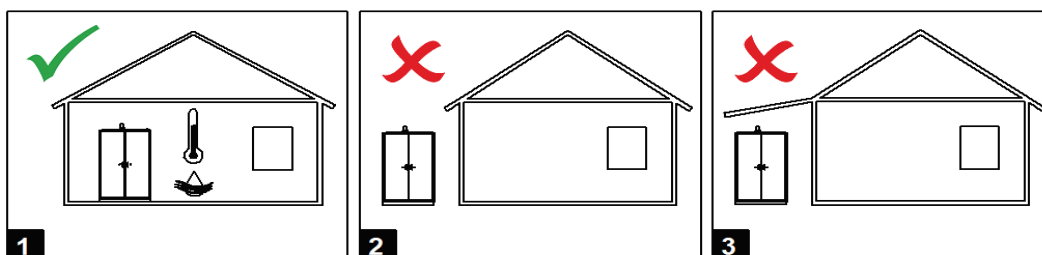

Fig. 12 : Exigences en matière d'emplacement
- ➔ Contrôler l'orientation de l'armoire de sécurité (Fig. 12).